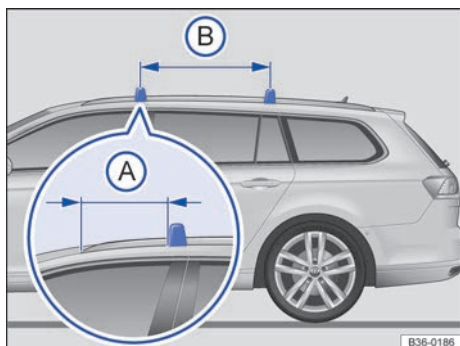

Fig. 152 Barra lateral del techo: fijación de las barras transversales.
Las barras transversales se montan en las barras laterales del techo. La distancia de la barra transversal delantera con respecto al soporte delantero de la barra lateral del techo deberá ser de → fig. 152 **A** **39 cm**. La distancia entre las barras transversales **B** deberá ser de aprox. **75,5 cm**.
- Monte las barras transversales siempre correctamente. Al hacerlo, respete las distancias mostradas en la ilustración → fig. 152.